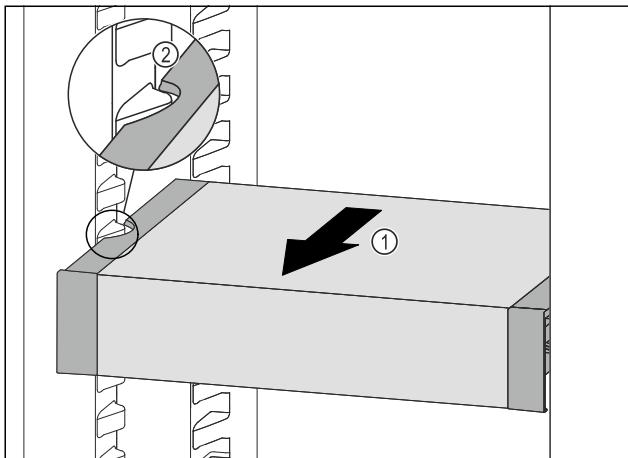

Fig. 102
- Потягнути VarioSafe вперед Fig. 102 (1), поки бокові заглиблення VarioSafe не опиняться на рівні ребра для ємності в охолоджувальному відділенні. Fig. 102 (2)